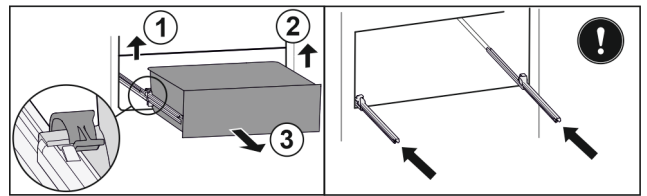

Fig. 118
- ▶ Linker klem optillen en gelijktijdig lade links naar voren trekken. Fig. 118 (1)
- ▶ Rechter klem optillen en gelijktijdig lade rechts naar voren trekken. Fig. 118 (2)
- ▶ Lade naar voren toe verwijderen. Fig. 118 (3)